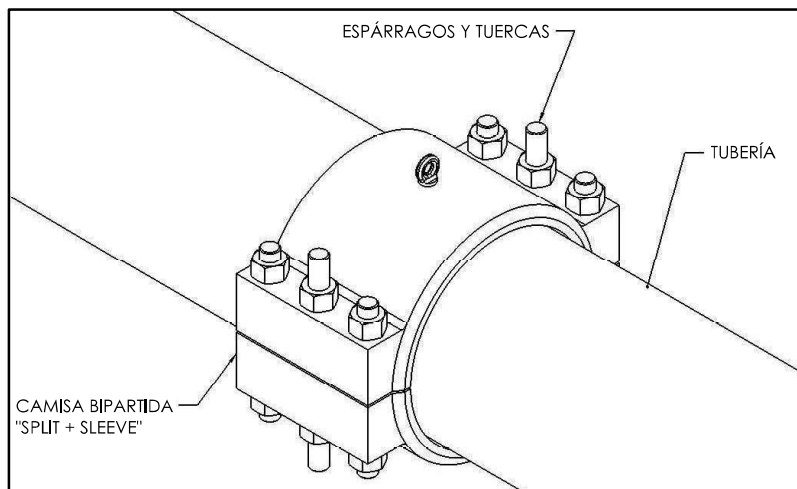
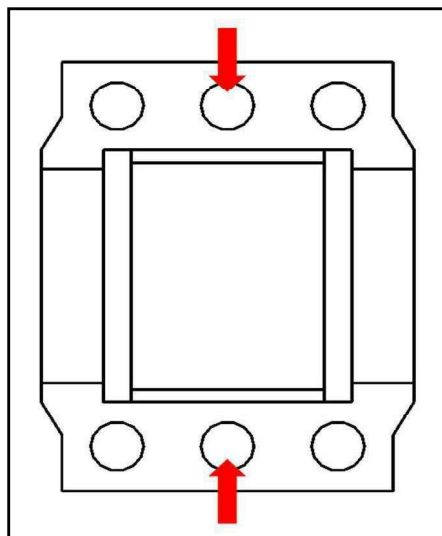
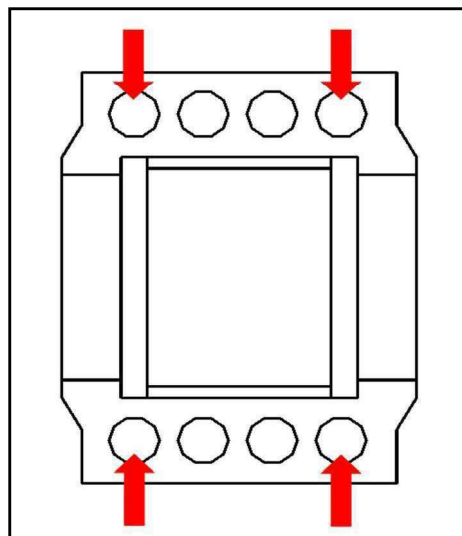

Figura 6
Figura 7
Figura 8
5. Instale los espárragos y las tuercas a través de los agujeros de la camisa bipartida "Split+Sleeve" como se muestra en la Figura 6. La mayoría de las camisas bipartidas "Split+Sleeve" tendrán espárragos de dos longitudes diferentes. Los espárragos más largos se usan para ayudar a unir la camisa. Asegúrese de que los espárragos más largos estén en los agujeros correctos. Las camisas bipartidas "PLIDCO Split+Sleeve" con 3 agujeros por lado deben tener los pernos más largos en los dos agujeros centrales (consulte la Figura 7). Las camisas con más de 3 agujeros por lado deben tener los pernos más largos en los cuatro agujeros de las esquinas (consulte la Figura 8).